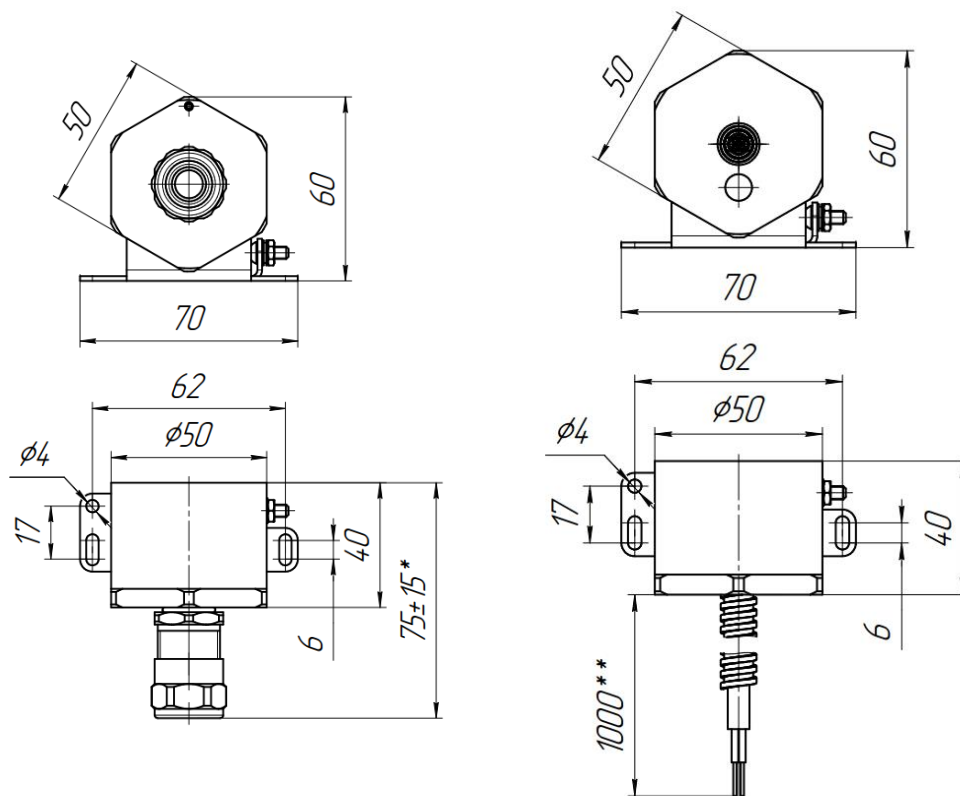

Рис.1 Габаритные и установочные размеры Ех ИО 102/1 «МОНОБЛОК-Т»
4.1 Габаритные и установочные размеры моноблока Ех ИО 102/1 Т показаны на Рис.1